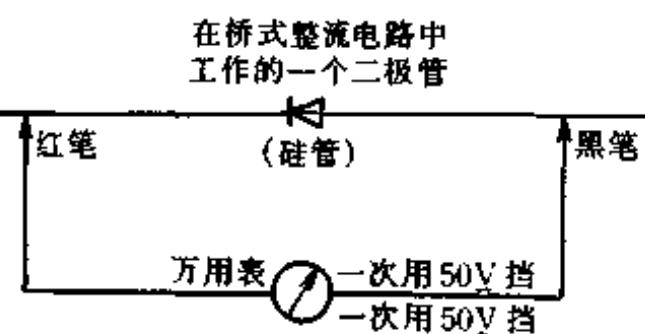

图 225
万用表表笔接法如图 225 所示, 先用 50V(或 10V)挡测, 具体用哪个交流电压挡视电压高低而定。设测得的电压为 U (此值应接近电源电压, 称“反向电压”, 如颠倒红黑笔测, 表针将向右摆动)。再换用 50V(或 10V)挡测(红黑笔接法仍如图 225 所示), 设测得电压为 U (这一电压称“反向截止电压”, 如颠倒红黑表笔测, 表针将向左摆动, 称“反打”)。最后研究 U 和 U 在数值上的关系。①若 $U = (0.4 \sim 0.5)U$, 则电路工作正常、整流二极管完好。以下为一检测实例。用 MF28-A 型表 50V 和 50V 挡, 分别如前述方法测得一台昆仑 B3110 型 12 英吋黑白电视机电源部分桥式整流二极管中一管的 $U = 17.5V$, $U = 7.5V$, 可算得 $7.5/17.5 = 0.43$, 这 0.43 正好在上述 $0.4 \sim 0.5$ 的范围内, 说明工作正常整流二极管完好; ②若 $U < 0.4U$ 或 $U > 0.5U$ 则二极管性能严重变坏或完全失效。如承担整流任务的是锗管, 其检测方法类似, 但数值略有不同。
此外, 还有一种判断整流二极管在路正常、开路或短路的简便方法。第一步, 用 V 挡测出经整流二极管所整流的交流电压。第二步, V 挡次不变, 仍如图 225 测得二极管“反向电压”第三步, 将第二步的红黑表笔交换(挡级不变)测得值称“正向电压”。如“正向电压为 1.1~1.5V(对硅管)或 0.2~0.7V(对锗管), 且“反向电压”接近电源电压, 则二极管完好, 电路正常。如“正向电压”约等于电源电压, 则二极管内部开路。如“反向电压”为零, 则二极管内部短路。注意, 由于二极管的截止、导通饱和状态并无绝对界限, 加之受到具体管型、温度等影响, 上述 1.1~1.5V(对硅管)和 0.2~0.7V(对锗管)这两组值并不是绝对的。